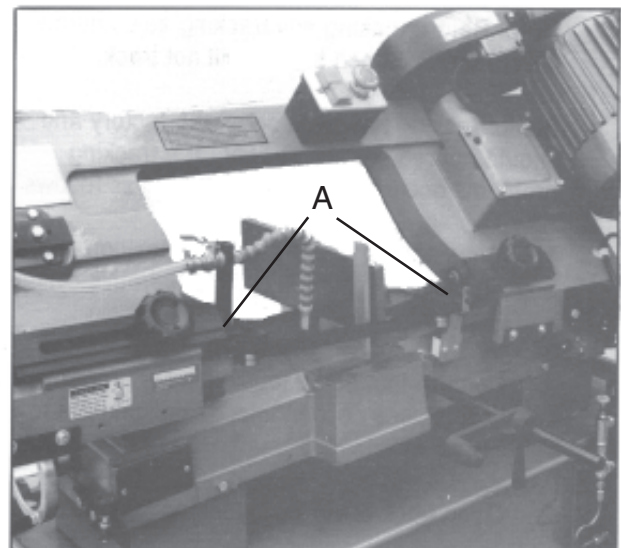

Fig. 11
2. Benützen Sie zur Kontrolle einen Winkel wie bei Fig. 11 beschrieben.
3. Ist eine Korrektur nötig, die Schrauben (A, Fig 11) lösen und die Bandführungshalter so richten, bis das Bänd in der richtigen Parallelität zum Tisch steht.
4. Schrauben anziehen (A).